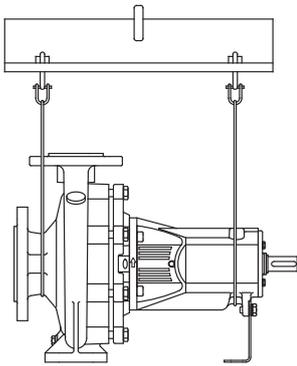
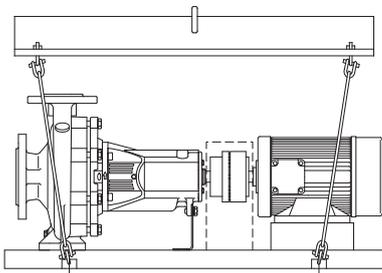

Fig. 1 : Transport de la pompe
Fig. 2 : Transport du groupe complet
- Afin d'éviter des déformations, lever la pompe de façon correspondante (fig. 1) ou (fig. 2). Les œillets de suspension montés sur la pompe ou le moteur ne doivent pas être utilisés pour lever le groupe complet. Ils ne sont conçus que pour le transport des composants individuels lors du montage ou du démontage.